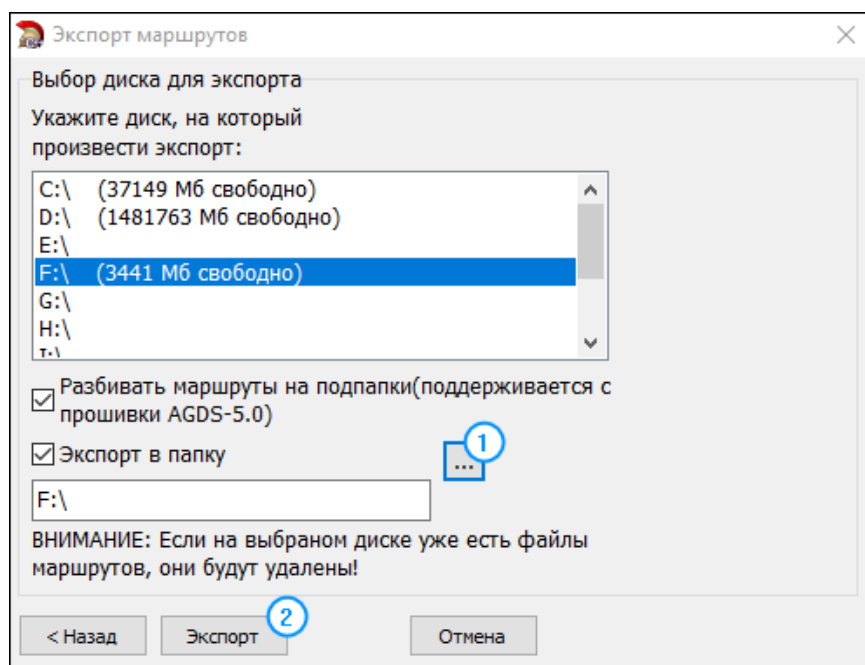

Рис.70. Окно для экспорта маршрутов
4. Далее выберите диск (карту памяти) для экспорта маршрутов. Нажав кнопку «...» (Рис.70, п.1), можно также выбрать конкретную папку для экспорта.
5. Нажмите кнопку «Экспорт» (Рис.70, п.2) и дождитесь завершения процедуры. На карте памяти будет создан каталог *Routes* с загруженными маршрутами.